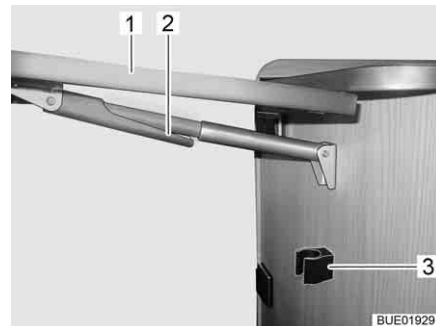

Fig. 27 Chiusura del tavolo ribaltabile su bancone
- Afferrare il tavolo ribaltabile su bancone (Fig. 27,1) sull'esterno e sollevarlo leggermente. Con l'altra mano ruotare e abbassare il dispositivo di fissaggio (Fig. 27,2) sul supporto telescopico.
- Orientare il piano del tavolo verso il basso, finché il supporto telescopico non ingrana nel supporto (Fig. 27,3).